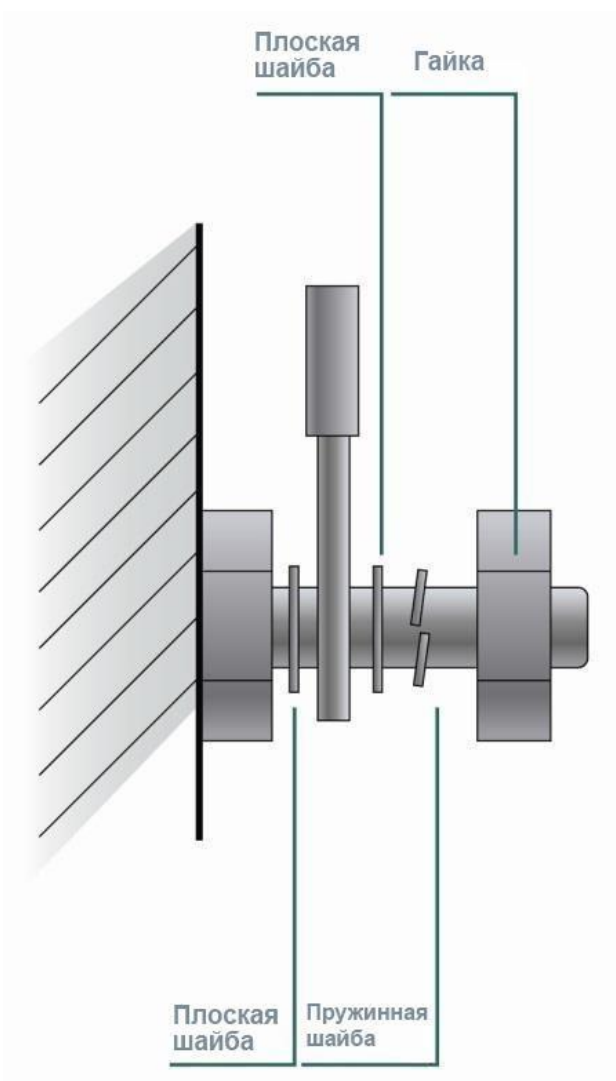

Рисунок 30. Затягивание кабельного контакта
- Когда используете винтовую резьбу для фиксации кабельных контактов, болты или винты должны быть надежно затянуты и должны быть приняты меры против ослабления соединения (Рисунок 30).